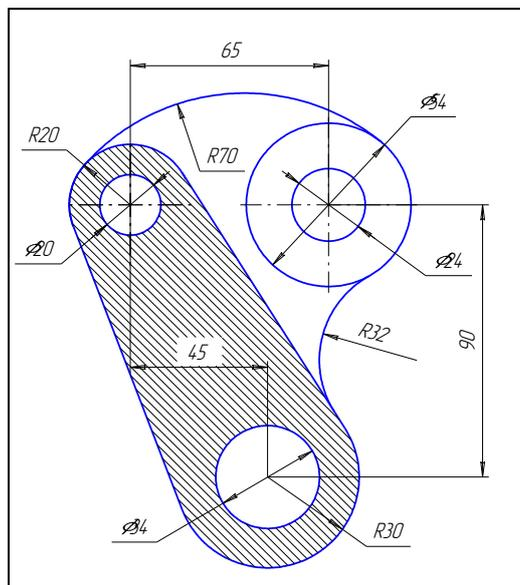

Рис. 65
**Задание.** Выполните чертеж детали «Шаблон», изображенный на рис. 65.
22. Используя чертеж детали на рис. 65 в качестве образца, проставьте все необходимые размеры.